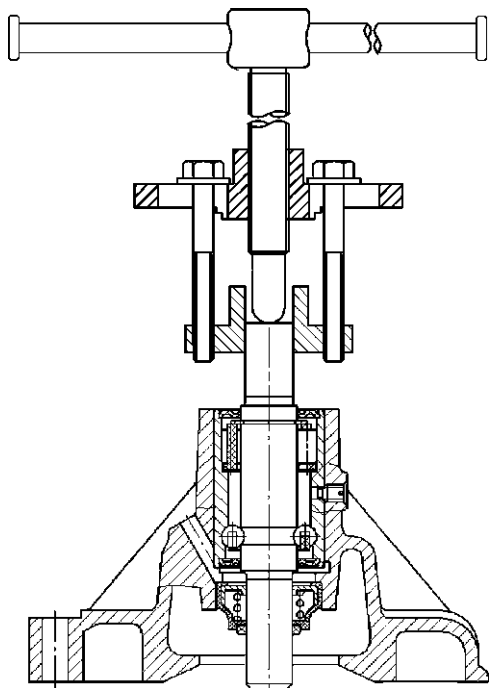

Рис. 4.50. Снятие ступицы шкива вентилятора
- снимите с помощью приспособления (рис. 4.50) ступицу шкива вентилятора;